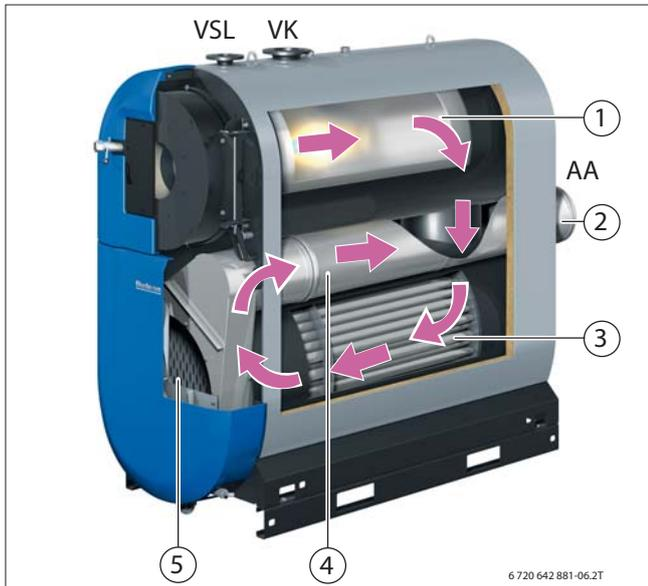

Рисунок 7. Схема циркуляции топочного газа в конденсационном котле Logano plus SB745
Топочные газы направляются в топочной камере вниз ①, там они разворачиваются и попадают в зону дополнительной поверхности нагрева ③. В зоне дополнительной поверхности нагрева ③ топочные газы поступают вперед к сборному коллектору дымовых газов ⑤ и отводятся через дымоход ④ из выхода дымовых газов ② (→ рисунок 7, страница 12).